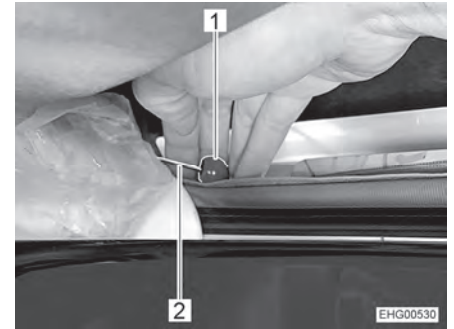

Bild 58 Notentriegelung
- Auf beiden Seiten am roten Knopf (Bild 58,1) des Seilzugs (Bild 58,2) ziehen.